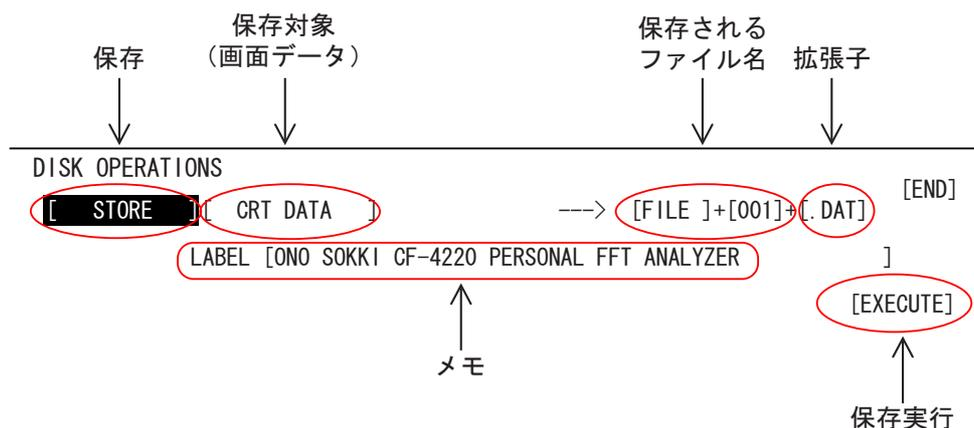

図 20
- ① FD を挿入します。
- ② メニューアイコンの【DISK】にジョグカーソルを合わせ、SELECT スイッチを押し「DISK OPERATIONS」ページを開きます。ジョグカーソルを回すと、このページの設定項目に次々移動します。各項目にジョグカーソルを合わせ、SELECT スイッチを押し、図 20 の設定をします。例えば、ジョグカーソルを「LOAD」に合わせ、SELECT スイッチを押し 2 次ページの「STORE」(保存) を選択後、SELECT スイッチを押すと、「STORE」に変更されます。
- ③ 拡張子の項は (. DAT) と (. GRP) があります。拡張子 (. DAT) に設定すると、CF4220 で再生表示することができる標準の拡張子です。また弊社ホームページよりフリーソフト「グラフィンタフェース」で EXCEL にグラフ化することが可能です。拡張子を (. GRP) に設定すると ASCII 形式で保存され、このデータは表計算ソフトなどで開くことが可能です。但し、CF4220 では再表示することができませんのでご注意ください。